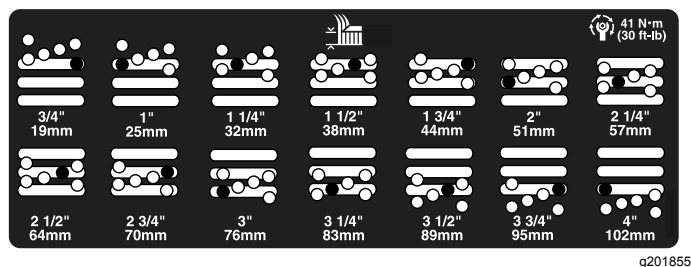

Figure 25
5. Placez la chambre à la hauteur de coupe voulue et mettez l'entretoise dans le trou et la fente correspondant à la hauteur de coupe désignée (Figure 25)